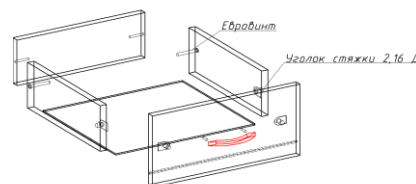

Рис.2 Схема сборки ящика
8. Собрать ящики (см. рис.2), закрепить на боковины ящика №8, 9 направляющие из комплекта – Д;